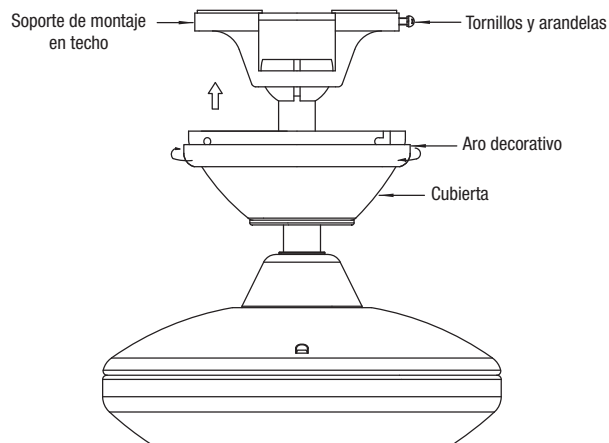

Fig. 12
Paso 2. Desliza la cubierta hasta el techo y asegúrala al soporte de montaje de techo usando 4 tornillos en el borde superior del soporte de montaje. Inserta cada tornillo en el orificio de montaje de la cubierta y dentro del soporte de montaje. Aprieta firmemente todos los tornillos. (Fig. 12)